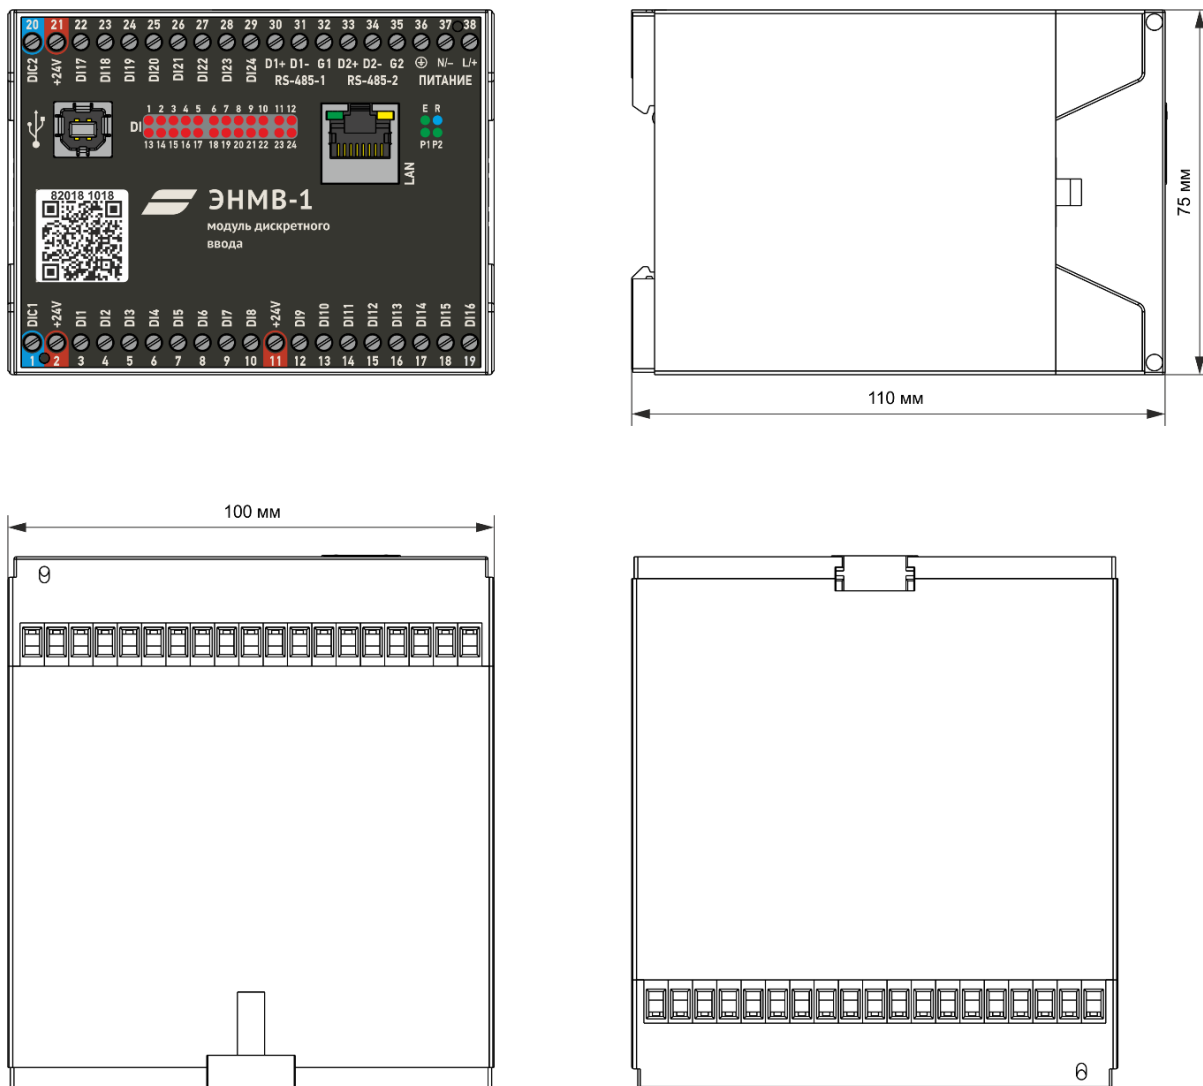

Рисунок 1.1. Габаритные размеры ЭНМВ-1
- 1.3.5 Габаритные размеры ЭНМВ-1-24/0, ЭНМВ-1-0/22, ЭНМВ-1-0/20, ЭНМВ-1-16/6, ЭНМВ-1-16/3R, ЭНМВ-1-8X8/0, ЭНМВ-1-8P2T/0, ЭНМВ-1-8/3R, ЭНМВ-1-16/0, ЭНМВ-1-8X/0, ЭНМВ-1-8/6, ЭНМВ-1-0/18, ЭНМВ-1-8P/0 приведены на рис. 1.1.